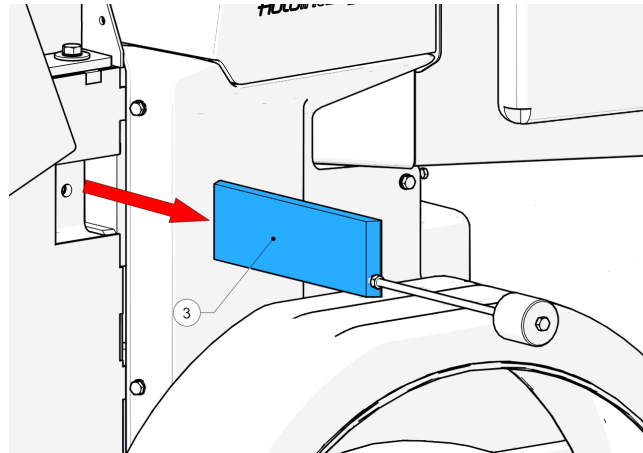

Abbildung 60 - Amboss entfernen
10. Ziehen Sie den Amboss (3, Abbildung 60) mit dem Gleithammer durch die Seite der Häckselkammer heraus.